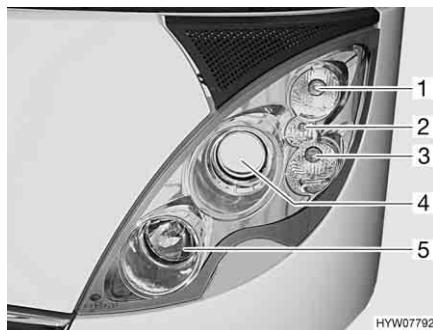
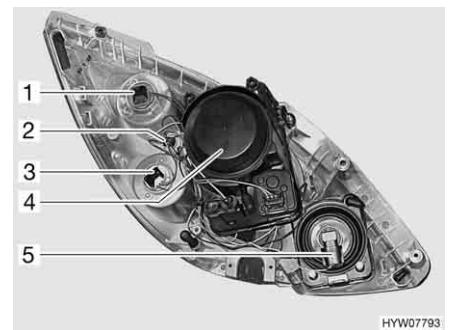

Fig. 198 Faro anteriore (lato anteriore)
Fig. 199 Faro anteriore (lato posteriore)
#### Indicatore di direzione (Fig. 198,1 e Fig. 199,1)
#### Luce di posizione (Fig. 198,2 e Fig. 199,2)
#### Luce diurna (Fig. 198,3 e Fig. 199,3)
(Fig. 198,4 e Fig. 199,4)**
- Abbagliante (Fig. 198,5 e